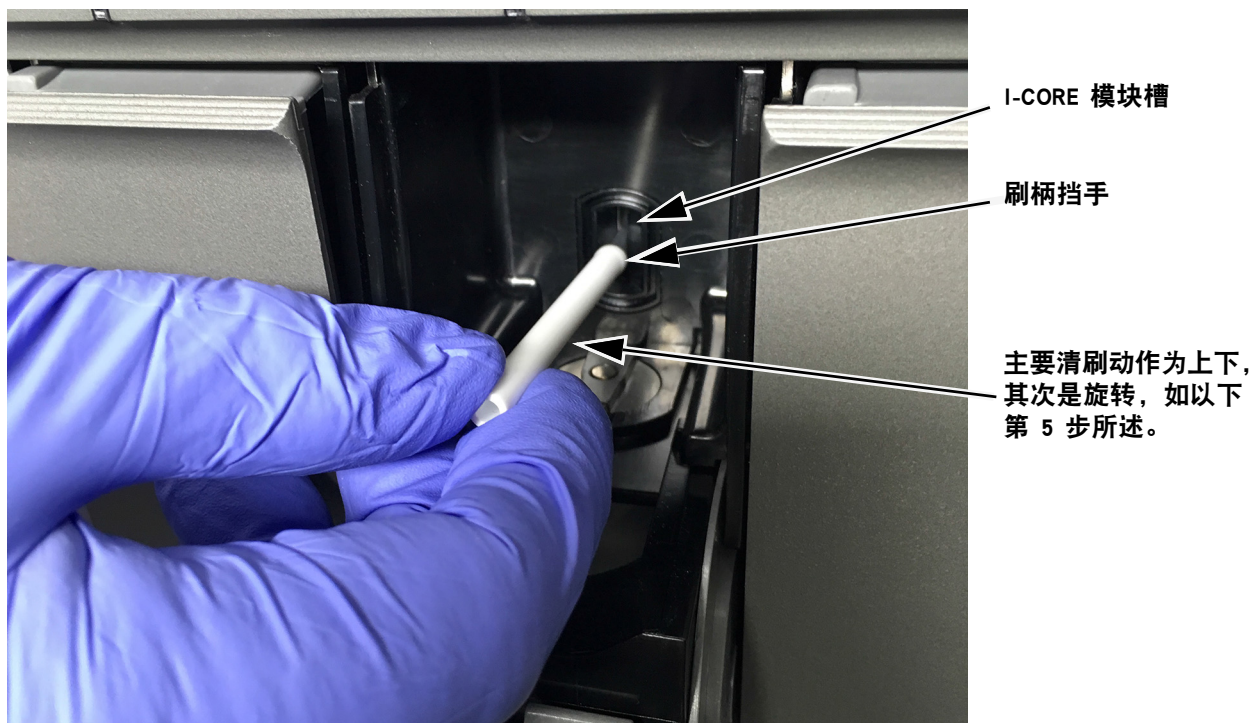

图 9-7. 将清洁刷插入 I-CORE 模块槽
4. 戴上一次性手套，将刷子倾斜一定角度插入 I-CORE 模块槽内，直至碰到刷柄挡手，如图 9-7 所示。